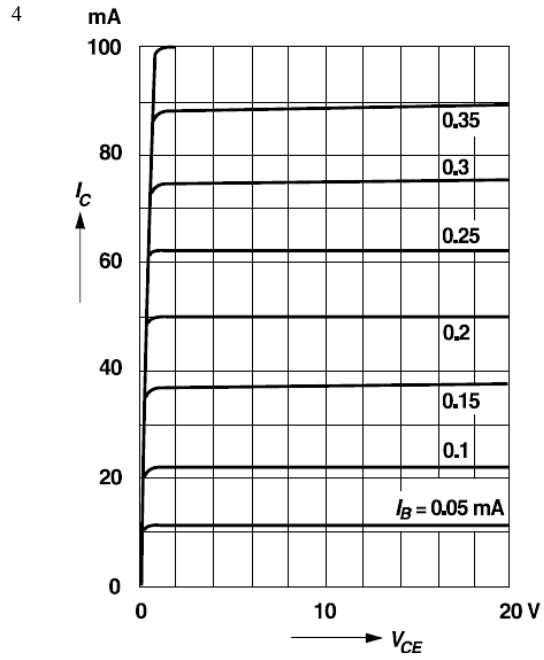

Abb. 4.2:
- b) Zeichnen Sie in das Ausgangskennlinienfeld (Abb. 4.2) auf dem nächsten Blatt den Arbeitspunkt AP und die die statische Arbeitsgerade AGS ein. / 4
- c1) Zeichnen Sie die dynamische Arbeitsgerade AGD in Abb. 4.2 ein. (4) / 7
- c2) Ermitteln Sie $\hat{U}_{2\text{max}}$ für harmonische Signale (aus Abb. 4.2 oder rechnerisch). (3)